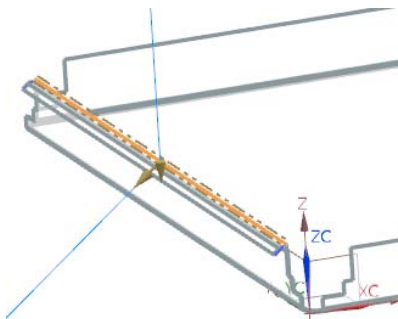

图 2-50 选择弯边
(4) 选择弯边, 同时在视图区预览显示所创建的弯边, 如图 2-50 所示。在“弯边”对话框中, 设置“宽度选项”为完整, “长度”为 6, “角度”为 128, “参考长度”为“外部”, “内嵌”为“材料外侧”, 在“折弯半径”文本框中输入 1.2, 在“折弯止裂口”和“拐角止裂口”下拉列表框中选择“无”。